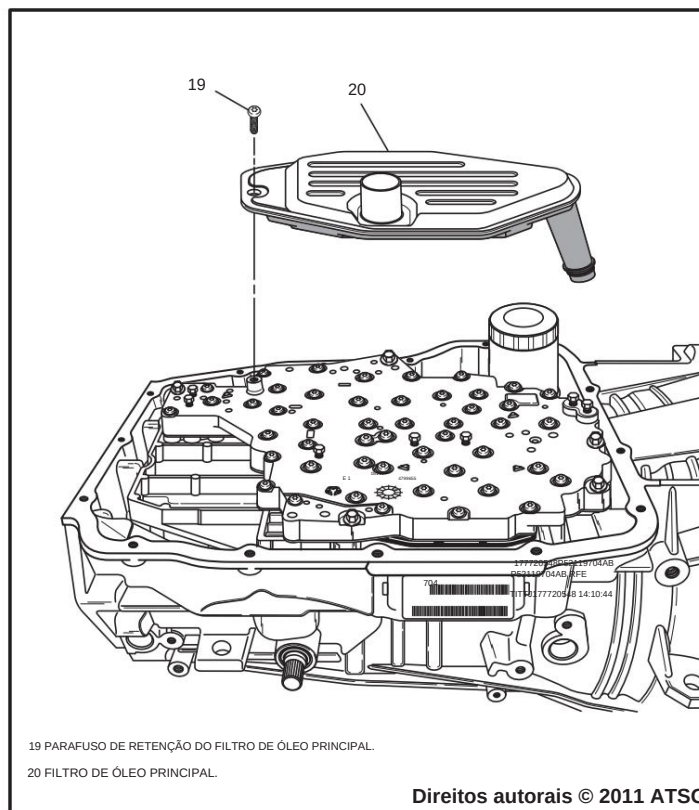

Figura 40
14. Remova o parafuso de retenção do filtro da bandeja inferior, usando uma broca Torx 25, conforme mostrado na Figura 40.
15. Remova e descarte o filtro de óleo do reservatório inferior, conforme mostrado na Figura 40.